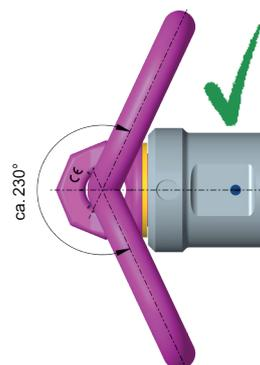

Fig. 3: Campo di rotazione
- L'anello di carico del golfare VWBM orientato manualmente può essere ruotato di ca.  $230^\circ$  (Fig. 3).